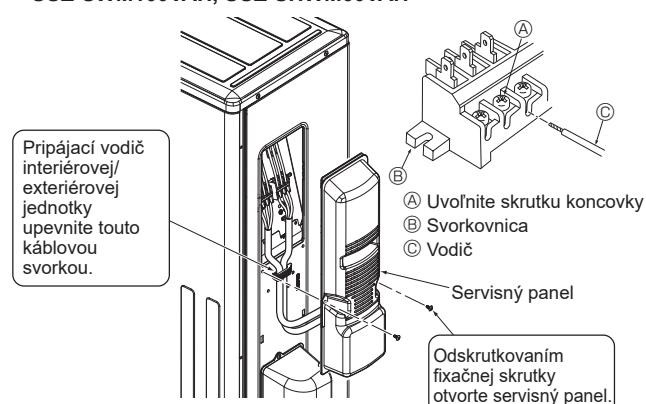

Fig. 6-3
6.1. Exteriérová jednotka (Fig. 6-1, Fig. 6-2, Fig. 6-3)
- ① Zložte servisný panel.
- ② Zapojte káble podľa Fig. 6-1, Fig. 6-2 a Fig. 6-3.